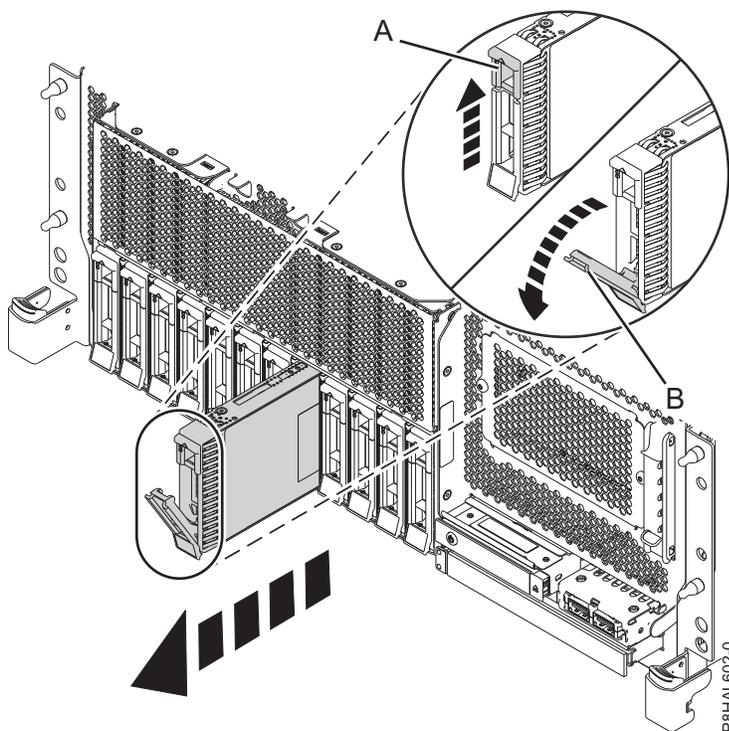

Abbildung 118. Plattenlaufwerk in einem Einschubsystem mit Basisfunktionen ausbauen
3. Wenn die Kennzeichnungs-LED blinkt, entriegeln Sie den Griff (**B**) des Laufwerks, indem Sie die Verriegelung (**A**) zusammendrücken und zu sich hin nach außen ziehen. Siehe Abb. 118, Abb. 119 auf Seite 134, Abb. 120 auf Seite 135 und Abb. 121 auf Seite 136. Wird der Griff nicht ganz nach außen gezogen, lässt sich das Solid-State-Laufwerk nicht aus dem System schieben.